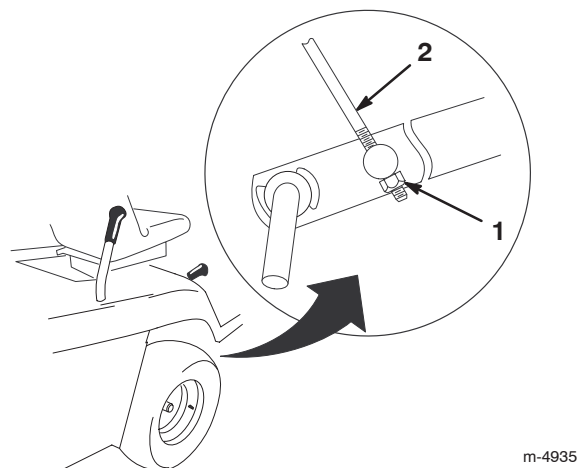

Figure 41
9. Réglez le contre-écrou M8 à l'extrémité de l'ensemble tige de réglage de hauteur jusqu'à ce que la tige soit légèrement tendue (Fig. 41).